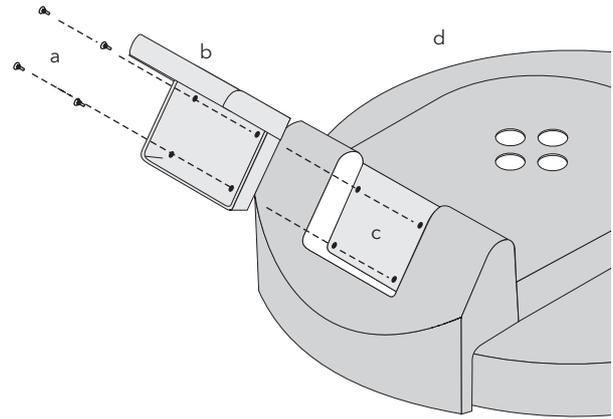

Bild 25 Reglergehäuse an der Speicherhaube befestigen. (a) Treibstifte; (b) Regler; (c) Vertiefung; (d) Speicherhaube
3.7 Regler einsetzen (Bild 25, 26)
- Montieren Sie nach Bild 25 den Regler (b) in der Speicherhaube (d), indem Sie ihn öffnen und in die Vertiefung (c) einsetzen. Mit den 4 beigelegten Treibstifte (a) dann den Regler in den Bohrungen arretieren.